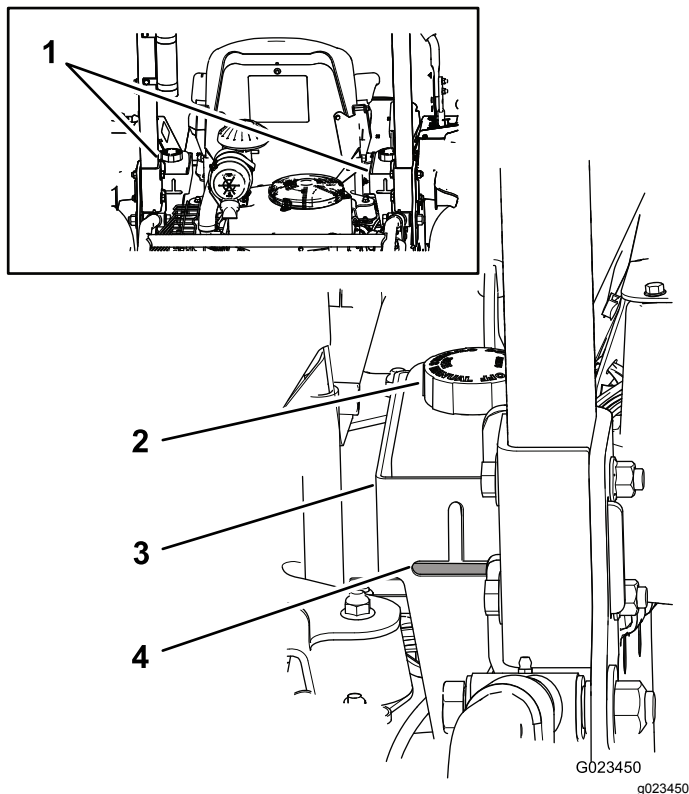

Figure 17
Les réservoirs de la machine sont remplis à l'usine de liquide hydraulique de haute qualité. Le moment le plus propice pour contrôler le niveau du liquide hydraulique est quand il est froid. La machine doit être dans la configuration de transport. Si le niveau de liquide est en-dessous du haut de la partie horizontale du regard de niveau situé à l'arrière des réservoirs hydrauliques (Figure 17), faites l'appoint jusqu'à ce que le niveau d'huile soit acceptable. **Ne remplissez pas les réservoirs excessivement.** Si le niveau de liquide atteint le haut de la partie horizontale du regard de niveau, il n'est pas nécessaire de faire l'appoint. Le liquide de remplacement recommandé est le suivant :
**Remarque:** Le niveau de liquide doit atteindre le bas de chaque ouverture, comme montré à la Figure 17.
- Nettoyez la surface autour des bouchons des réservoirs de liquide hydraulique pour éviter que des impuretés ne pénètrent dans le système (Figure 17).